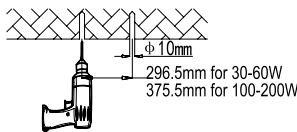

Fig. 1-2
1. Use a chalk or sharp tool or mark signs on the top of the ceiling, then drill holes on the signs by electric drill (Figure 1-2).
1. Utilisez une craie ou un outil pointu pour marquer des panneaux sur le haut du plafond, puis percez des trous sur les panneaux à l'aide d'une perceuse électrique (figure 1-2).